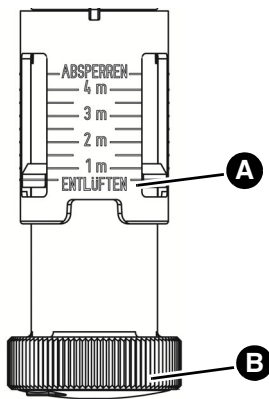

Abbildung 6: Einstellung „Entlüften“
1. Ermitteln Sie die Absicherungshöhe nach Abbildung 6.
2. Stellen Sie mit dem Handrad (B) den ermittelten Wert am Skalenring (A) ein.
3. Befestigen Sie die Plombierung (C), um den eingestellten Wert zu sichern.